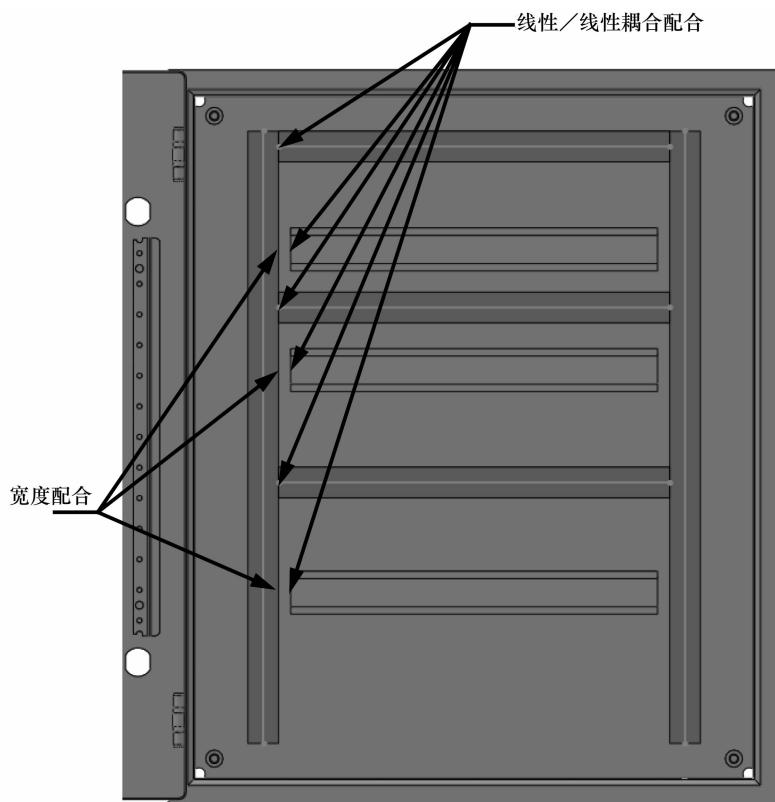

图 11-16 设置宽度配合
**步骤 12 线性/线性耦合配合和宽度配合** 使用【线性/线性耦合配合】和【宽度配合】连接 036200 设备，如图 11-16 所示。